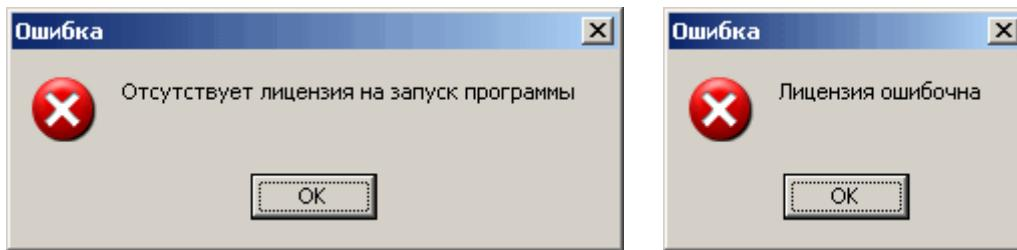

Рис. 1. Сообщения при отсутствии лицензии или некорректной лицензии.
Комплекс программ ГИС Лайт обязательно должен быть зарегистрирован на компьютере пользователя непосредственно сразу после установки до первого запуска программ. Без проведения процедуры активации его работа невозможна. При попытке запуска любой нелицензионной копии программ комплекс будут возникать следующие сообщения (см. Рис.1).
- Если в окно «Лицензия» ввести ошибочный код неправильной длины, программа лицензирования выдаст сообщение "лицензия ошибочна" (см. рис.1). Если будет введен ошибочный код, у которого длина совпадет с длиной правильного кода, программа ли-